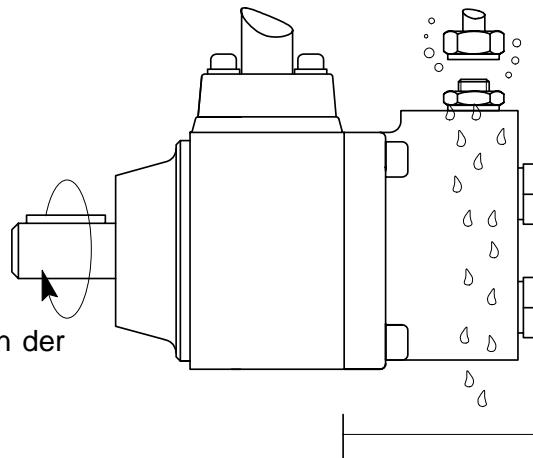

Bild 2
- Die totale Entlüftung beim Auslösen des Druckanschlusses vornehmen (Bild 2).